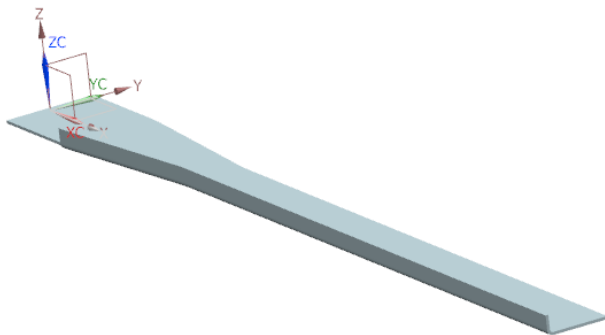

图 10-39 创建突出块特征
(5) 在“突出块”对话框中,单击 按钮,创建突出块特征,如图 10-39 所示。